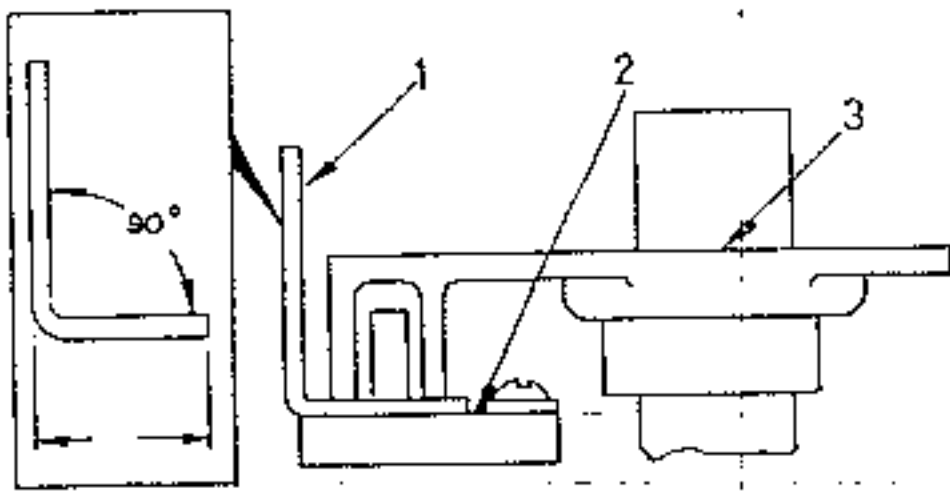

Bild 58 Ausmessen des Abstandes zwischen den Zähnen des Sternradchens und der Unterseite des Gebers.
- Sternrad aufstecken und kontrollieren, dass der Geberkern ungefähr in der Mitte der Sternradzähne liegt. Ein Stück Draht von 1,27 mm Durchmesser im rechten Winkel abbiegen und ein Ende unter das Sternrad unter schieben, wie es in Bild 58 gezeigt ist. Verteilerwelle auf eine feste Unterlage aufsetzen und das Sternrad mit einer Stecknuss aufschlagen, bis es gegen den eingesetzten Draht ansitzt.